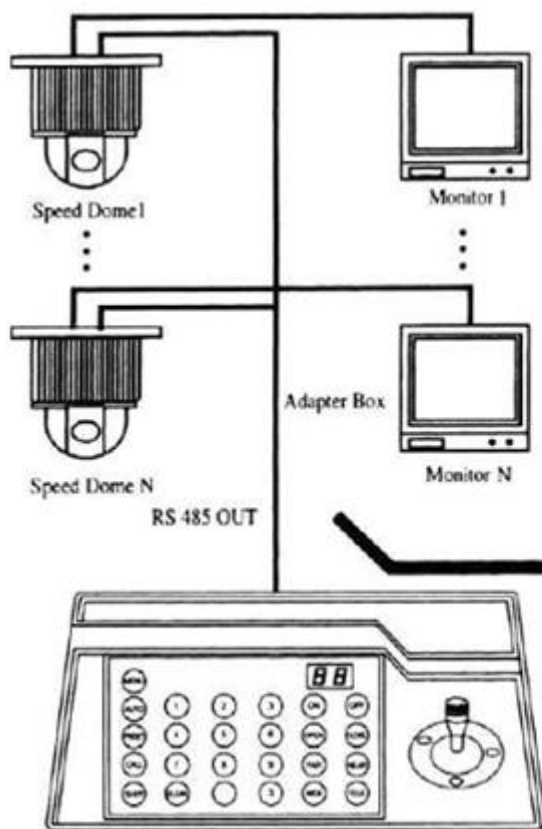

Рис. 4
1. Подключение пульта управления управляющего несколькими камерами (Рис. 4)